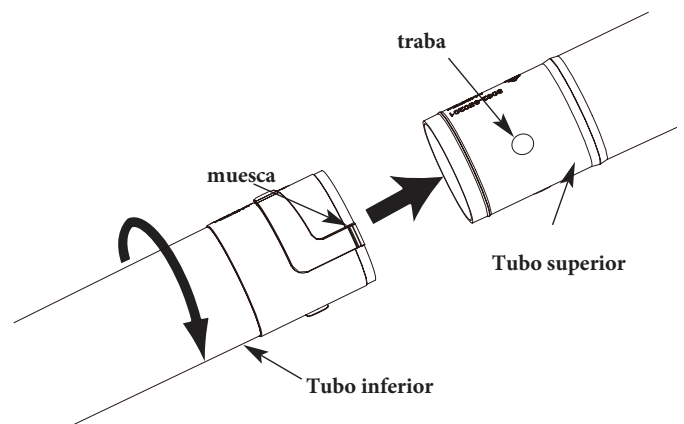

Fig. 2
2. Instale el tubo del soplador inferior en el tubo del soplador superior (Fig. 2).
3. Mientras sostiene el tubo del soplador superior, gire el tubo del soplador inferior en el sentido de las agujas del reloj hasta que encaje en su lugar (Fig. 2).